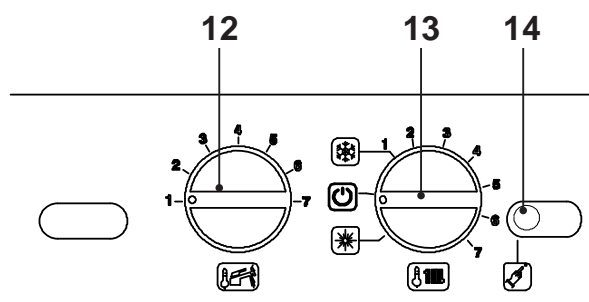

Fig. 6.7
- Spegner la caldaia portando il selettore di funzione 13 sulla posizione “” come in Fig. 6.7.